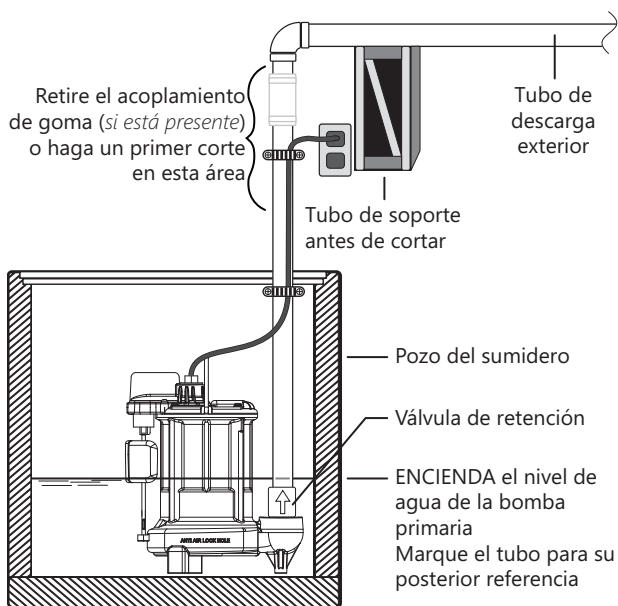

Figura 3. Marcar y cortar el tubo
- ◆ Para evitar lesiones por un derrumbe de la tubería, sostenga la tubería por encima de la separación antes de cortar o desensamblar. Ver la Figura 3.
1. Localice el nivel de agua ENCENDIDO de la bomba de sumidero principal. Marque esta ubicación en la tubería de descarga. Ver la Figura 3.
- Para aplicaciones sin acoplamientos de goma, corte el tubo de descarga de PVC sobre el piso del sótano a un nivel cómodo. Se necesita un nuevo acoplamiento de goma para volver a montarlo. Ver la Figura 3.